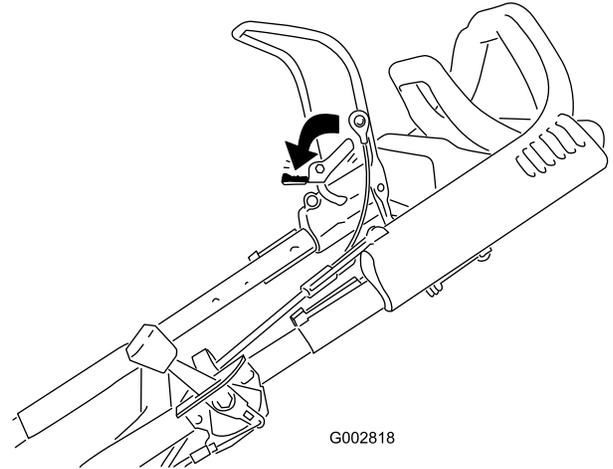

Bild 15
1. Drücken Sie den Schaltbügel nach vorne (Bild 15).